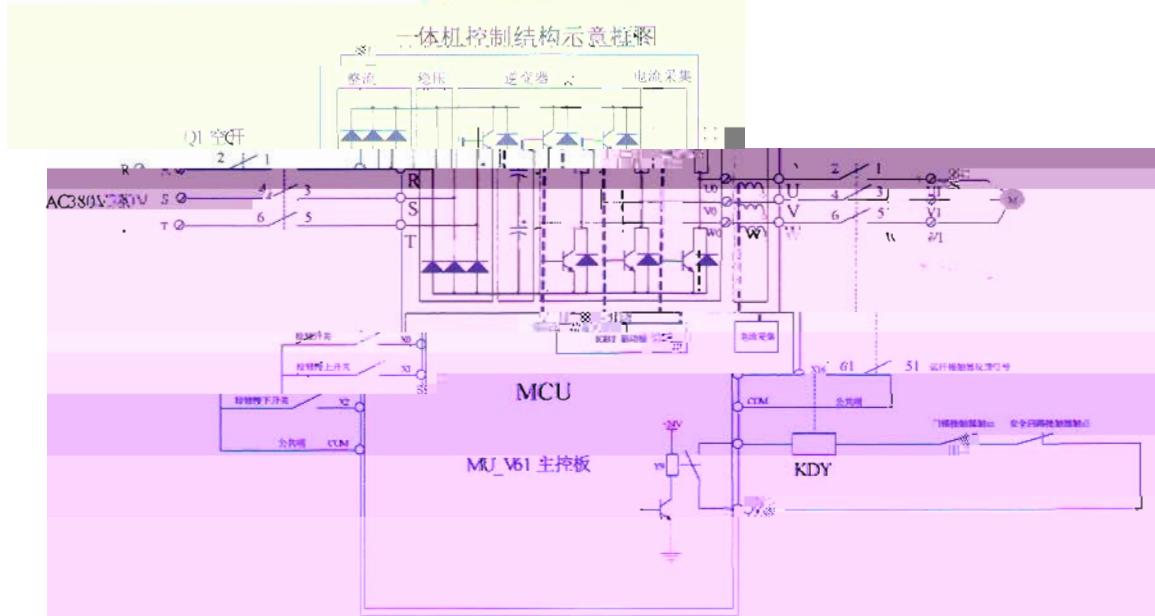

图1 一体机输入输出主回路及运行接触器控制回路
一体机输入输出主回路及运行接触器控制回路见图1。
(1) 三相图如图1, X16Y9输出是 KDY闭合或门区保护的信号, X16检测KDY
(1) 如图1所示，电源线R,S,T三相输入，只接入R,S两相。驱动器上电，运行一段时间后，驱动器报故障，电梯无法运行，输出接触器没有吸合。没有恢复三相U6.1.3.3的实现为驱动器保持停止，无报警运行。
(2) 驱动器正常配置，启动时出现断相报警并解除三相电源断相或错相故障，停止运行。故障未复位前，电梯不能运行。
(1) 如图1所示，电源线R,S,T三相输入，只接入R,S两相。驱动器上电，运行